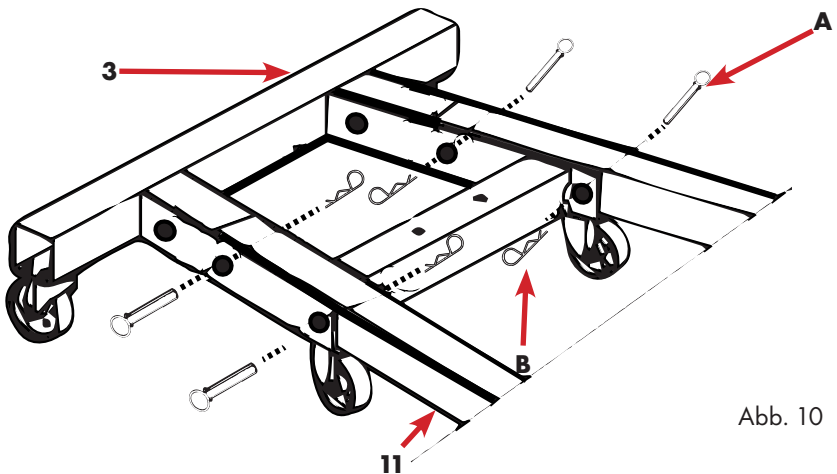

Abb. 10
- Fissare i perni della coppia dall'interno con le coppie, Fig.10.